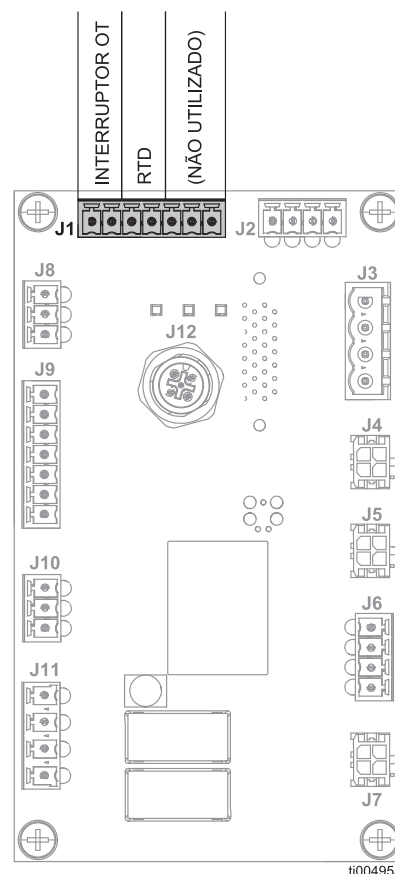

FIG. 73: Ligações de controlo do fundidor (J1)
2. Remova a tampa do fundidor (10). Consulte **Remover as coberturas do equipamento**. Seguir os passos na página 82.
4. Ver FIG. 73 e **Esquemas elétricos**, página 105 para obter informações sobre a cablagem.
- b. Puxe o cabo do RTD para fora do ilhó do compartimento elétrico (210).
- d. Puxe o novo sensor RTD através do ilhó do compartimento elétrico (210).